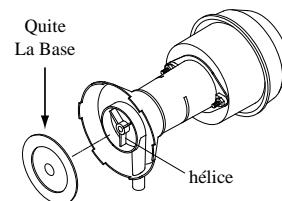

Fig. 5
- Limpie la bomba.** Es necesario limpiar la bomba una vez al principio de cada año. Por su propia seguridad, apague la unidad y desconecte la unidad y la bomba. Quite el sujetador de plástico de la montura y jale la bomba, deslizándola hacia usted. Quite la base de la bomba (véase fig 5). Limpie la bomba. Dé le vuelta a la hélice para verificar que se mueve libremente. Quite el pico de la bomba y vea si está obstruido. Después de limpiar, reinstale la base en la bomba. Presione firmemente para asegurarse de que es segura. Vuelva a colocar la bomba en la unidad y fíjela en su montura con el sujetador de plástico. Esto impedirá que se caiga la bomba al agua, lo que dañaría el motor. No se olvide de volver a conectar el tubo de agua a la bomba.